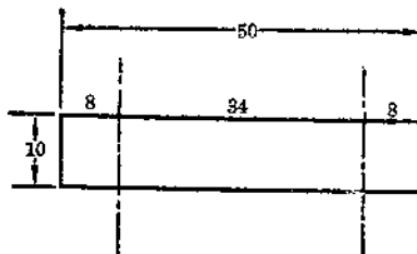
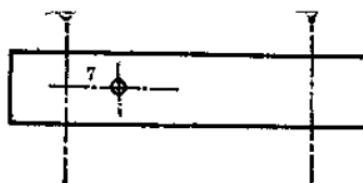
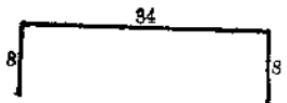

图 10
图 11
图 12
4. 支架与电刷:按图 10 剪二块白铁皮,其中的一块按图 11 钻一个 2 毫米的洞。洞位置处在离弯折虚线 7 毫米铁皮宽度中心线上。二块都弯成图 12 的形状,作为支架用。